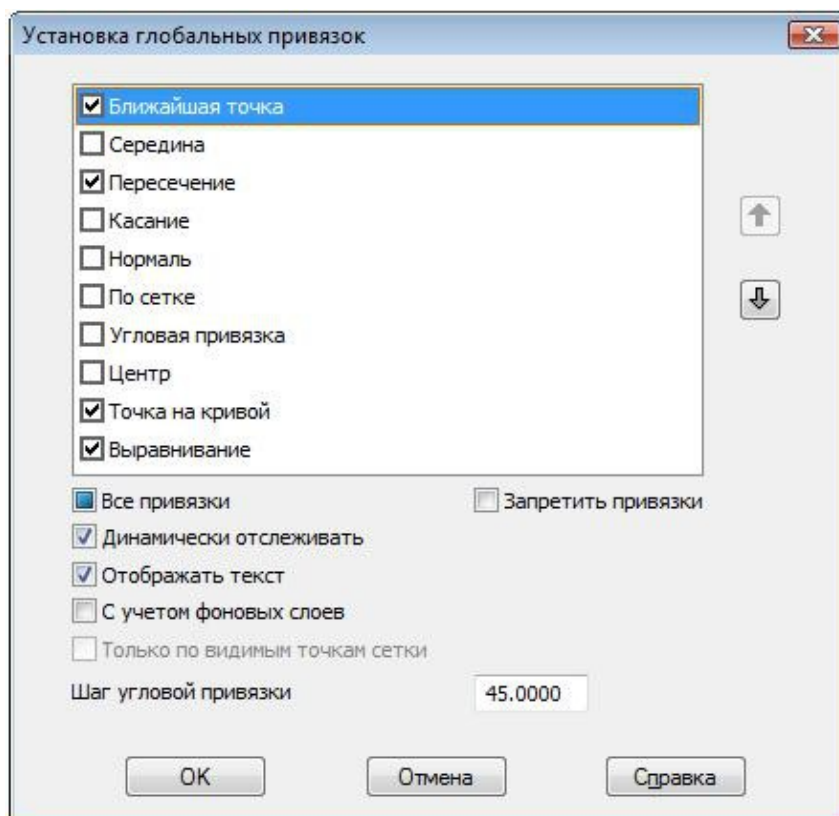

Рис. 1.11 Окно установки глобальных привязок
вязка «Ближайшая точка». Добавить (или отключить) новую привязку в действующий список можно включением (отключением) флажка в прямоугольной области рядом с ее названием (рис. 1.11).
- заданием ее координат в соответствующих полях *Строки параметров* (рис.1.11).